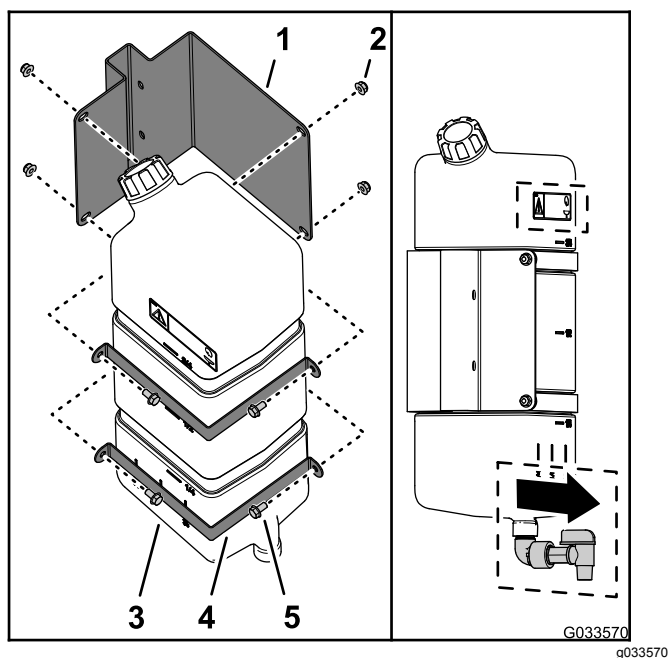

Рисунок 45
1. Прикрепите бак пресной воды к узлу крепления с помощью 2 монтажных скоб, 4 болтов с фланцевыми головками (5/16 x ⅝ дюйма) и 4 фланцевых контргаек (5/16 дюйма), как показано на Рисунок 45.